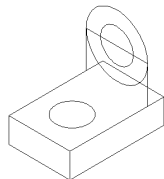

图 11-47 绘制同心圆
- 12 单击【绘图】工具栏中的^{3D}按钮，配合【捕捉中点】和【捕捉圆心】功能，绘制半径为 15 和半径为 8 的等轴测圆，结果如图 11-47 所示。